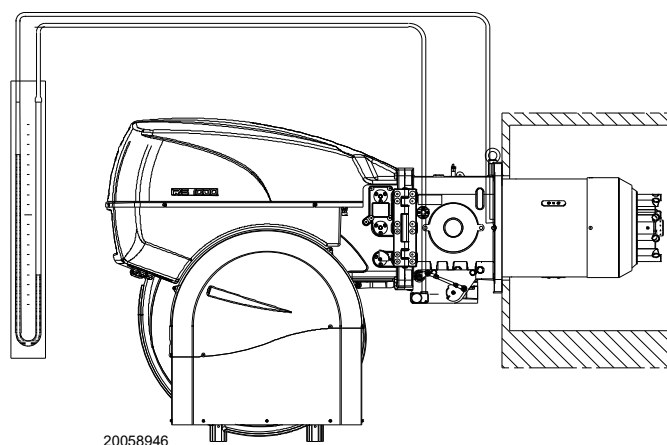

Fig. 23
- Monter un manomètre en U ou un manomètre de type différentiel (Fig. 23), avec la prise (+) sur la pression de gaz du manchon et (-) dans la chambre de combustion. Ceci sert à obtenir approximativement la puissance MAX. du brûleur.
L'arrivée de gaz au manchon est mise en évidence sur le manomètre en U (Fig. 23).